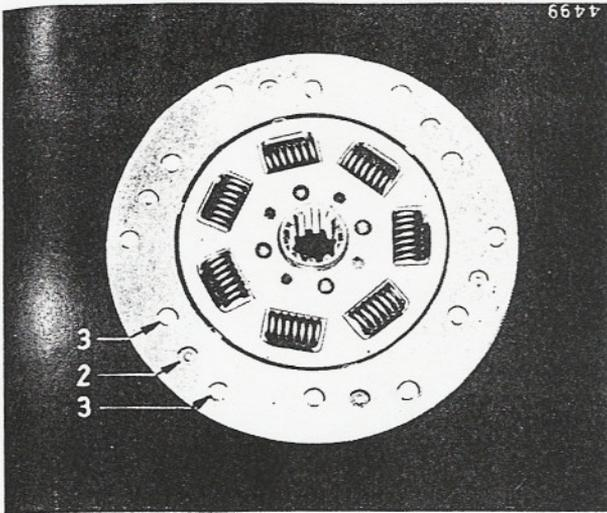

Figure 245
Rivetez la 2e garniture à l'aide des rivets appropriés (3) au disque d'embrayage côté volant, fig. 245.
Du côté du volant se trouve le bout court du moyeu du disque d'embrayage, fig. 245.